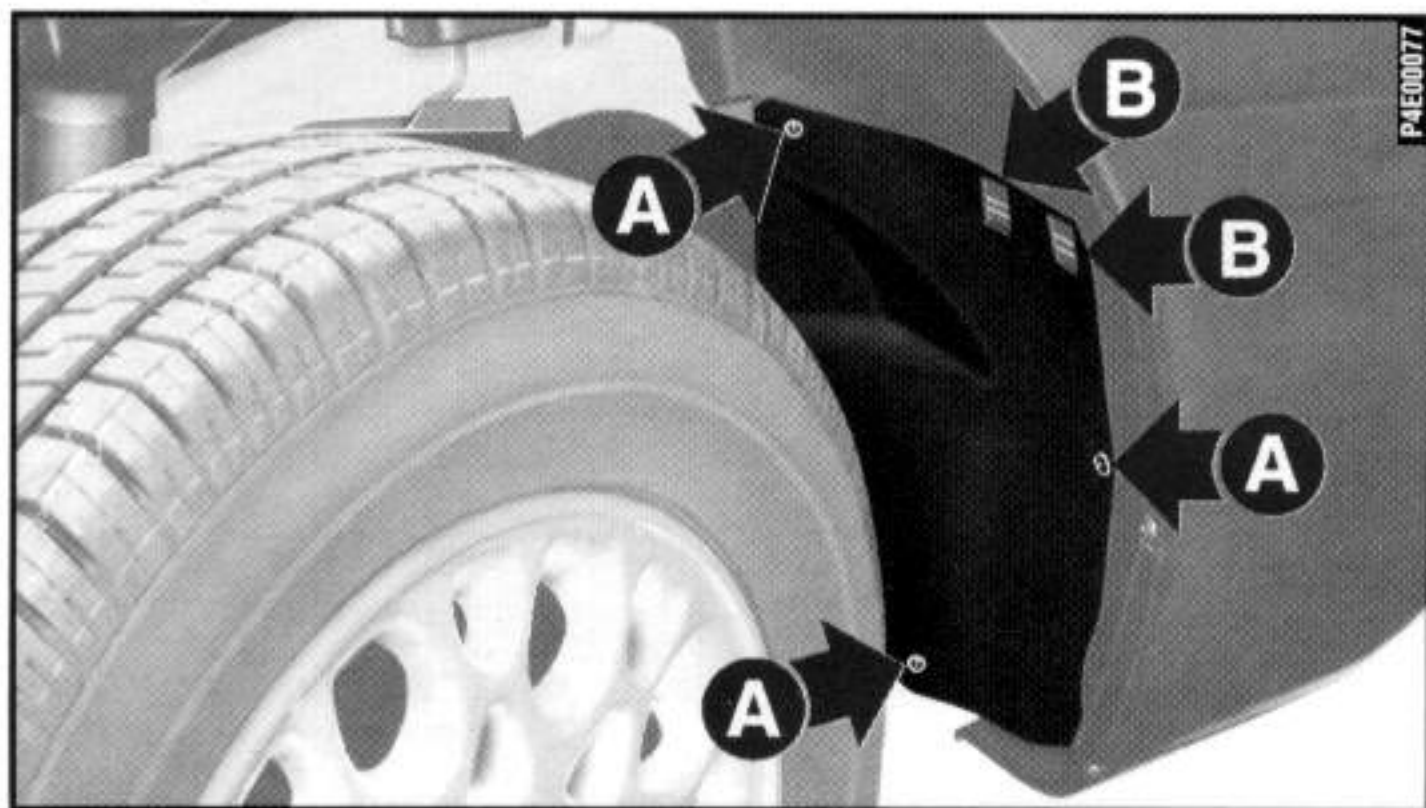

fig. 18
2) Soltar os parafusos **A**-fig. 18 da tampa da caixa da roda e puxá-la para baixo.
6) Remontar a tampa da caixa da roda fig. 18, encaixando-a nos pontos de bloqueio **B** e recolocando os parafusos **A**.